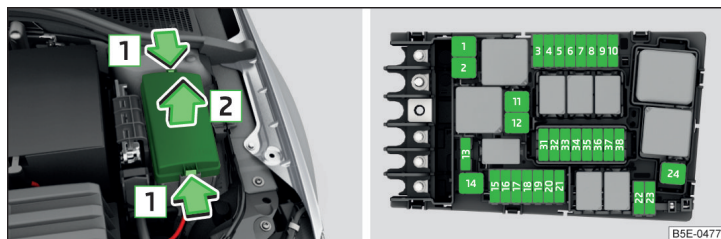

Fig. 234 Detașarea capacului panoului de siguranțe / siguranțe fuzibile
- În același timp, comprimați tastele de blocare în sensul săgeții » fig. 234.